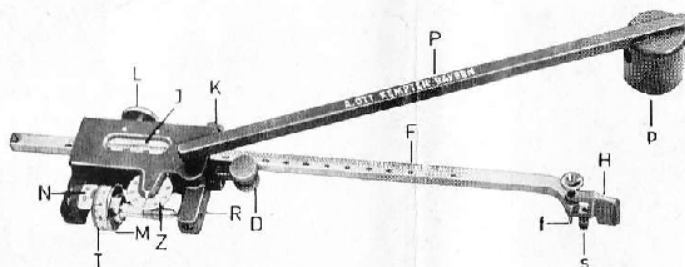

Fig. 1. Planimètre équipé d'un pôle à aiguille
- un bras polaire *P* (Voir Figure 1)